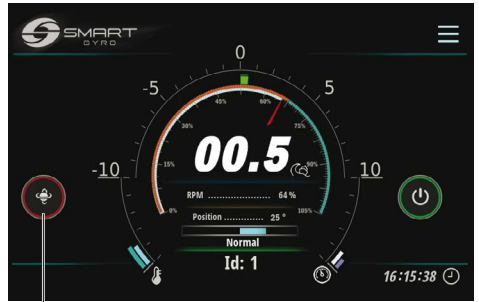

Figure 8
8. Pour arrêter la précession, appuyez sur l'icône bascule de précession. Le cercle situé autour de l'icône devient rouge, indiquant que la précession est verrouillée et que la sphère ne peut pas tourner (Figure 8, (1)).